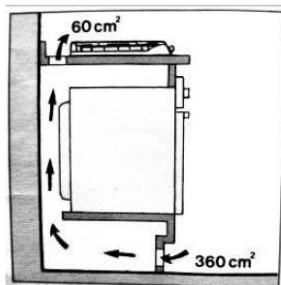
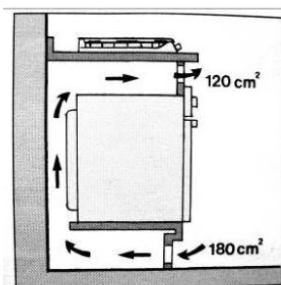

Fig. 5
Fig. 6
- i) Dans le cas de l'installation d'un four encastrable sous la plaque à gaz, il est recommandé d'améliorer la ventilation autour du four. Pour éviter un échauffement excessif, placez une grille pour l'entrée d'air par le bas du four et une autre grille dans le four. partie supérieure de la table de cuisson (fig. 5) ou dans la partie supérieure avant du four (fig. 6).